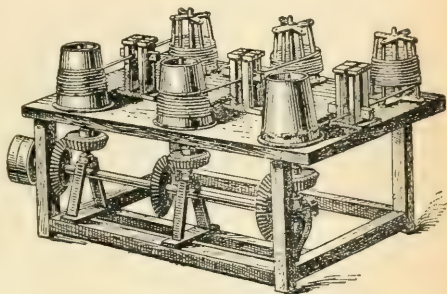

FIG. 61. -- Filage du fer.
65. — Pour étirer le fer en fil, il faut encore le ramollir au feu. On prend une barre de fer. On en amincit l'un des bouts en pointe en le battant fortement. Puis on la passe à la *filière* (fig. 61).